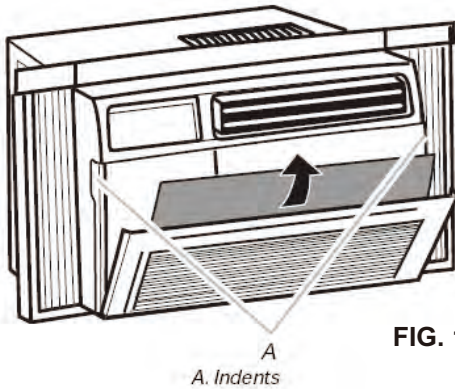

FIG. 15
1. Retirer le filtre en retirant les embouts de la porte du filtre à l'avant de l'appareil. (Voir la FIG.15).